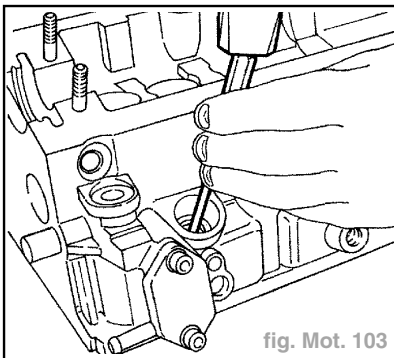

fig. Mot. 103
- Procéder au démontage des chambres de précombustion en utilisant un poinçon en utilisant un poinçon à sertir, comme indiqué (fig. Mot. 103).